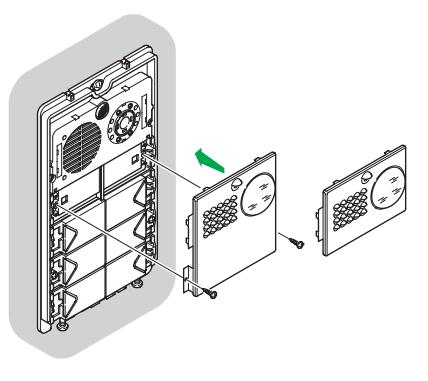

Fig. 10
- Fig. 10** Montaggio /Smontaggio frontalini
- Fig. 10** Assembly/Dismantling faces
- Fig. 10** Pose/dépose éléments frontaux
- Fig. 10** Montage / Demontage voorpanelen
- Fig. 10** Montage / Demontage der Frontplatte
- Fig. 10** Montaje/Desmontaje de las placas